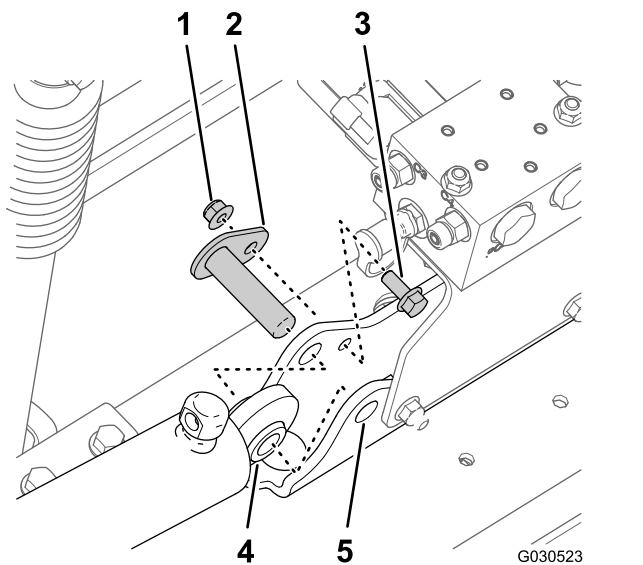

Bild 39
- Entfernen Sie die Sicherungsbundmutter (5/16") und die Bundkopfschraube (5/16" x 3/4"), mit denen der Lagerbolzen an der Zylinderbefestigung befestigt ist (Bild 39).
- Nehmen Sie den Lagerbolzen und den Hubzylinder von der Maschine ab (Bild 39).